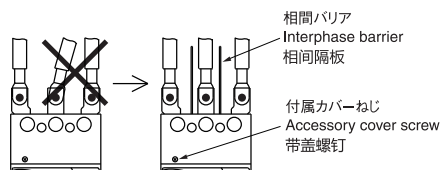

図1 Fig.1 図1 (400-800AF)
- 接続電線、圧着端子や導体は、各種が並行となるように取り付けてください。(図1)
- Each connecting wire or crimp terminal, conductor pole should be connected in parallel as shown in the Fig.1.
- 请对连接电线，压接端子和导电部件进行平行安装。(图1)